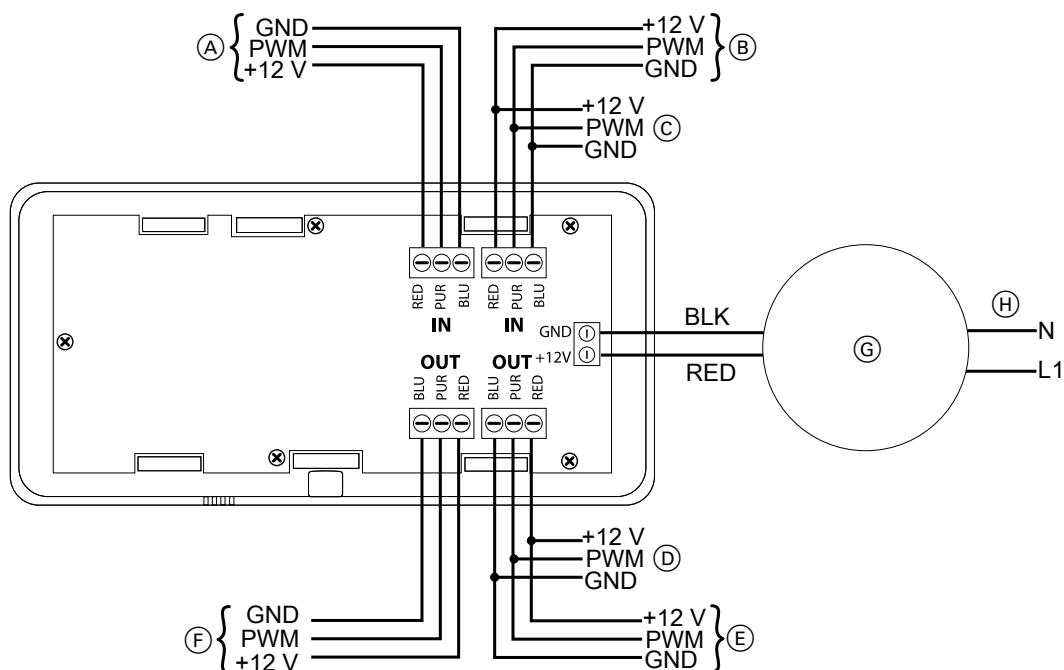

Abb. 16
2. Ventilatoren der Lüftungsgeräte und Stromversorgung des Netzteils gemäß Abb. 16 anschließen.